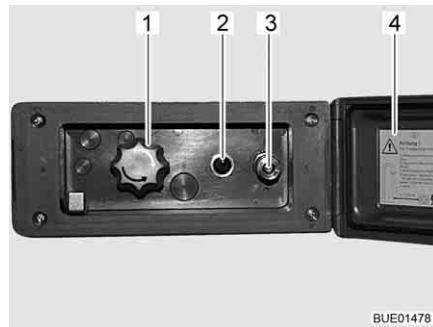

Fig. 161 Ligação do duche exterior
- Destrave a tampa (Fig. 161,4) e abra-a.
- Ligue a mangueira do duche exterior no fecho rápido (Fig. 161,3).
- Ligue a bomba de água com o interruptor (Fig. 161,2).
- Regule a temperatura da água a gosto com o botão giratório (Fig. 161,1).
- Desligue a bomba de água com o interruptor (Fig. 161,2).
- Trave a tampa (Fig. 161,4) e feche-a à chave.
- Coloque o botão giratório (Fig. 161,1) na posição do meio.